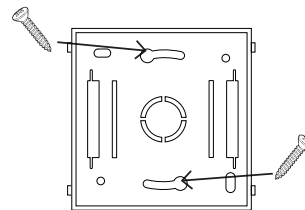

Fig.6
2. Utilizzando due viti fissare la base su una parete (Fig. 6).
**Attenzione:** l'orientamento deve essere esattamente come in Fig.6